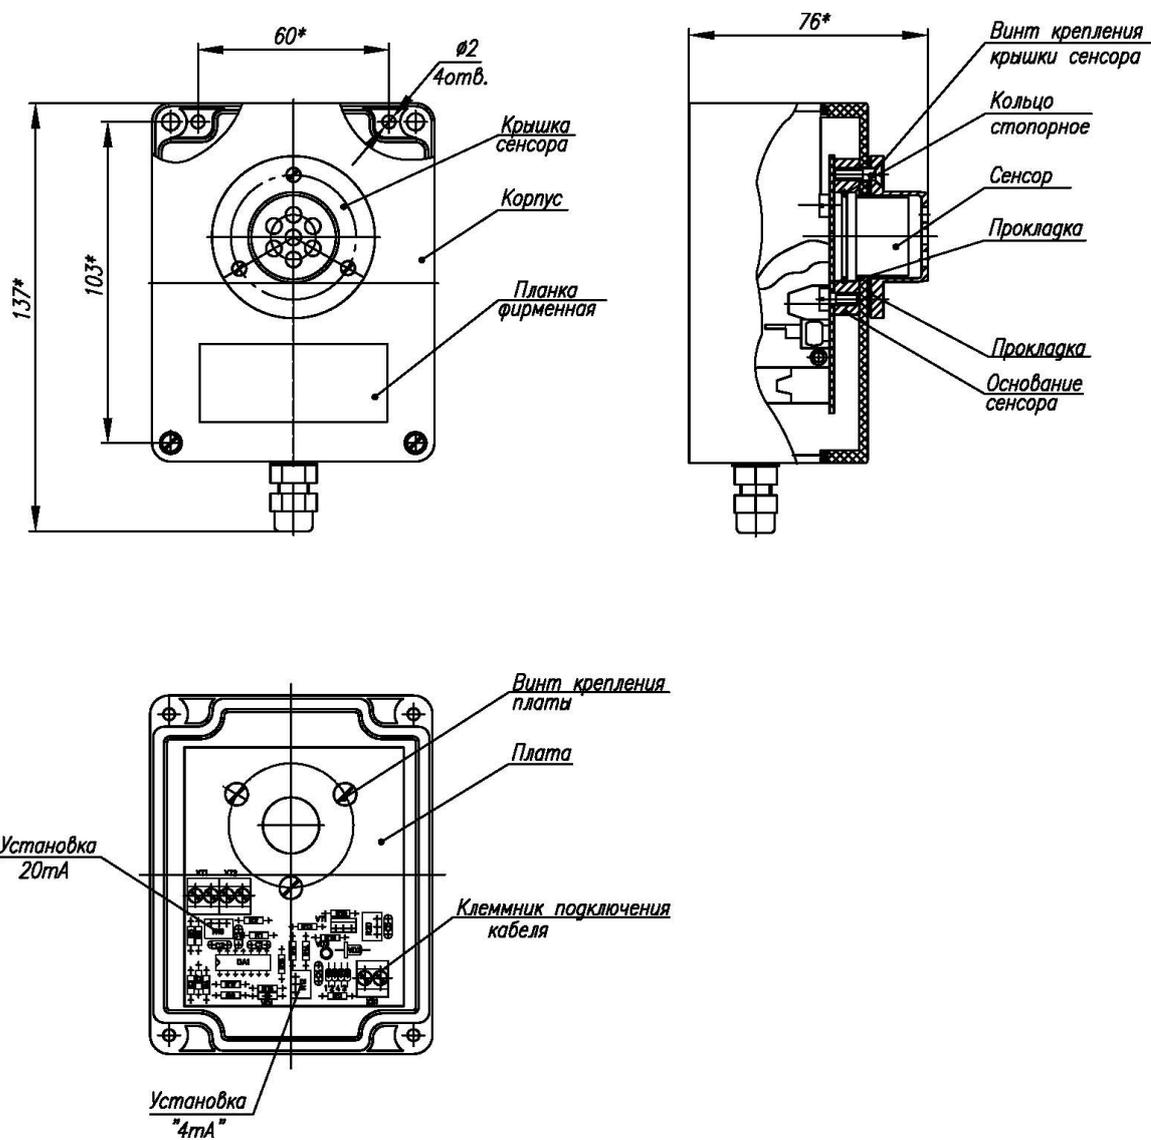

Рис.2 Преобразователь измерительный электрохимический
#### 4.2.3. Преобразователи измерительные (рис. 2, 3, 4)
сетевой кабель к клеммам, обозначенным **220В фаза (L), ноль (N) и «Земля (PE)»**. Выведите сетевой кабель из блока БПС через верхний кабельный ввод и подключите к выходу пакетного выключателя, от которого будут запитываться БПС (см. рис.2).
Отверните винты и снимите крышку измерительного преобразователя (см. рис.2, 3, 4).